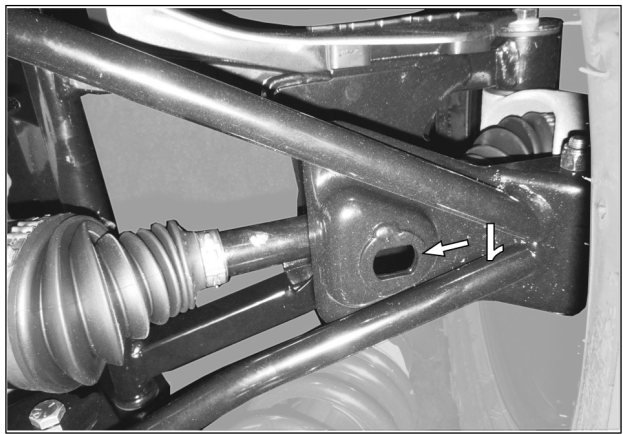

Fig. 15
15. Positionner l'assemblage de la boîte de protection au trou oblong (1), au centre du bras de suspension supérieur. Voir la Fig. 15